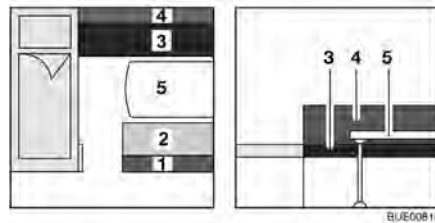

Fig. 92 Prima della trasformazione
- Trasformare il tavolo (Fig. 92,5) in struttura di supporto letto (vedi paragrafo 6.11).
- Rimuovere i cuscini dello schienale (Fig. 92,1 e 4) e i cuscini del divano (Fig. 92,2 e 3).